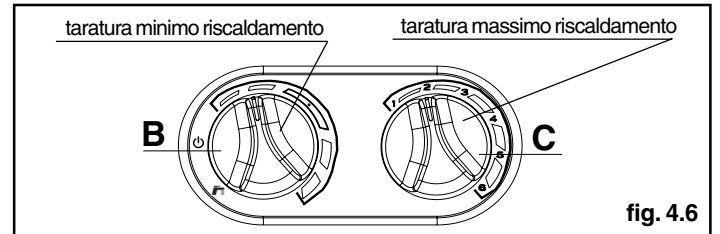

fig. 4.6
- ruotare la manopola di regolazione temperatura acqua riscaldamento **B** (fig. 4.6) fino a raggiungere il valore di minimo riscaldamento come indicato nella tabella multigas a pagina 6
- ruotare la manopola di regolazione temperatura acqua sanitario **C** (fig. 4.6) fino a raggiungere il valore di massimo riscaldamento come indicato nella tabella multigas a pagina 6